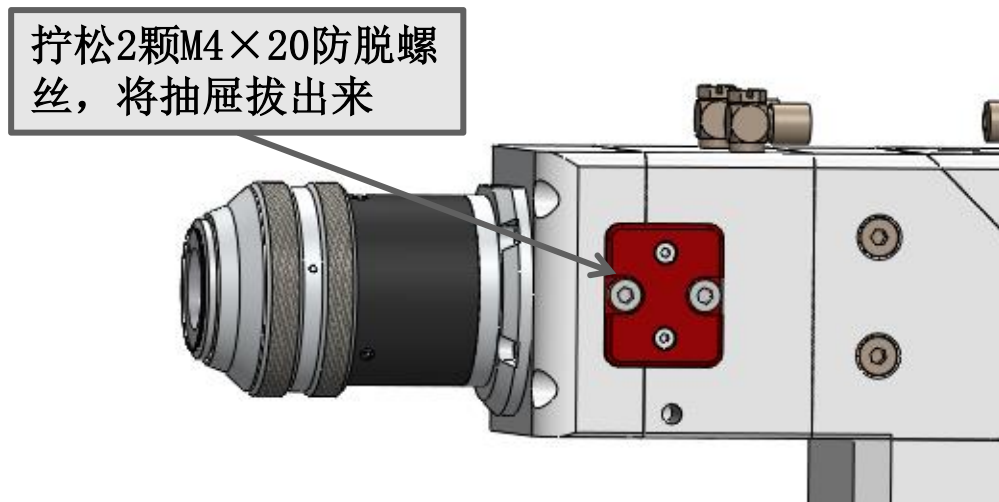
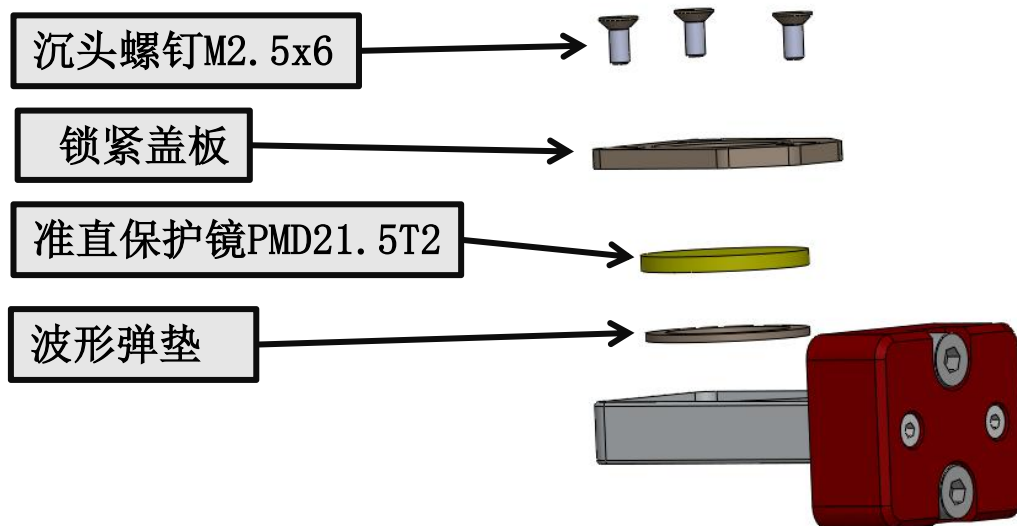

图3.9
图4.0
5.1.1 准直保护镜的拆装，拆装方法如下图3.9、图4.0所示。